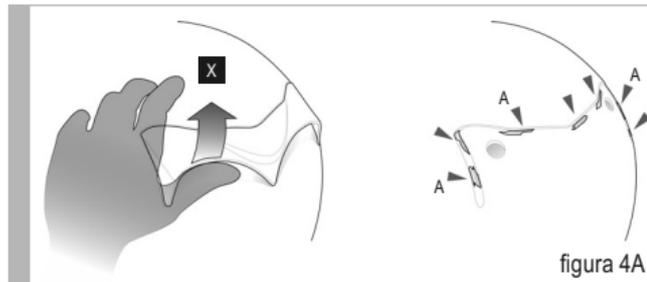

figura 4A
ver figura 4A e 4B
**Remoção** ver figura 4A